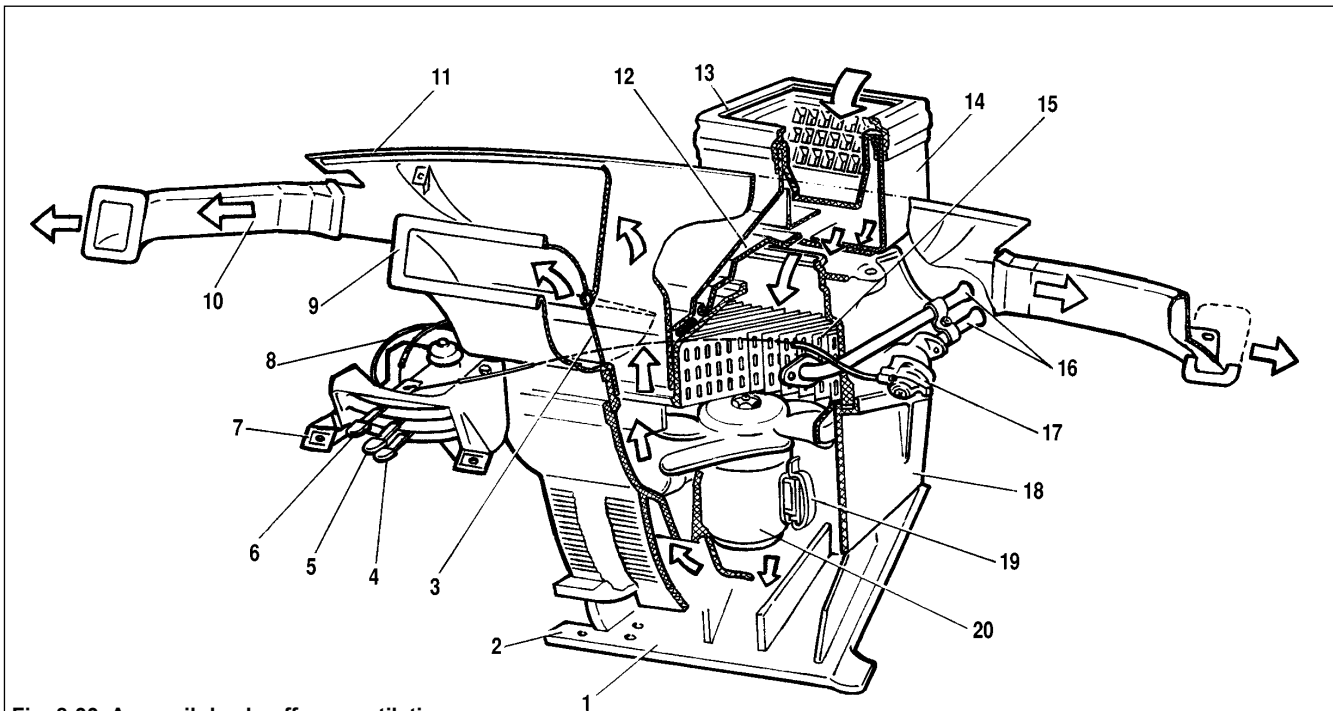

Fig. 8-33. Appareil de chauffage-ventilation:
- manette 6 de commande du robinet est à déplacer à droite à refus (fig. 8-33) de direction de